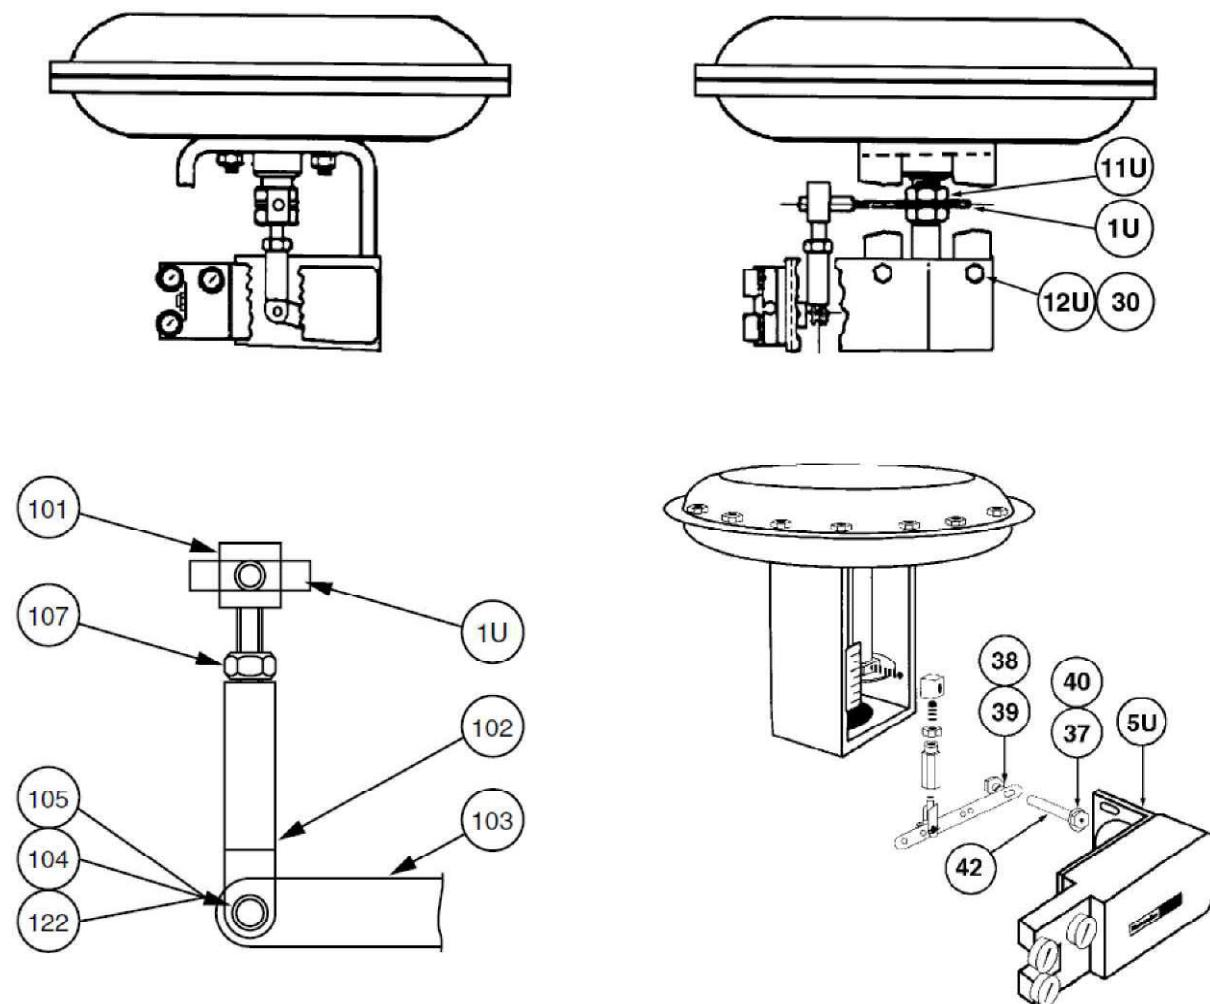

Рисунок 7 Исполнительный механизм 87U/88U
1. Установите рычаг (1U) между двумя зажимными гайками (11U) на штоке клапана (рисунок 7).
2. Присоедините стяжной винт (101) к рычагу (1U).
3. Накрутите зажимную гайку (107) на скобу (102). Присоедините скобу к стяжному винту (101).
4. Установите входной вал (42) во втулку с шайбой (40) на каждой стороне втулки, а стопорное кольцо (37) на концевую часть кулачка.
5. Закрепите заднюю рукоятку (103) на валу с помощью винта с шестигранной головкой (38) и стопорной шайбы (39).
6. Присоедините кронштейн (5U) к позиционеру с помощью винтов (29) и стопорных шайб (30).
7. Смонтируйте позиционер и кронштейн в сборе на вилке исполнительного механизма с помощью колпачковых винтов (12U) и стопорных шайб (30).
8. Присоедините скобу (102) к задней рукоятке (103) с помощью соединительной тяги с отверстием под штифт (104), фиксатора (105) и шайбы (122).
9. Установите кулачок (26) на входной вал нужной рабочей частью к кулачковому элементу с помощью винта (28) и шайбы (27).